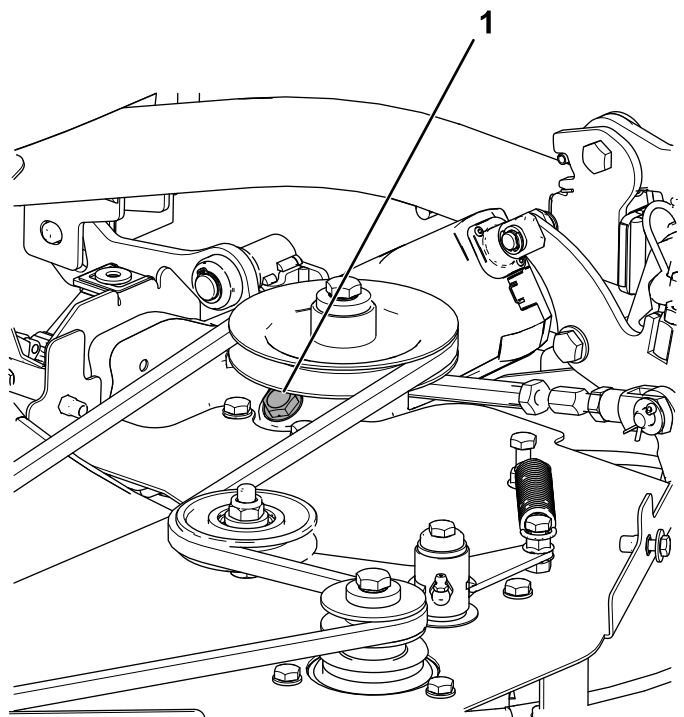

Figura 95
1. Retire el tapón de la caja de engranajes de la unidad de corte (Figura 95).
3. Coloque el tapón de la caja de engranajes de la unidad de corte (Figura 95).